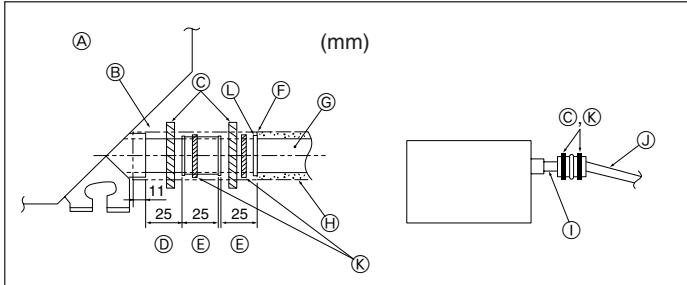

Fig. 6-2
- Sluit de aftapbus (meegeleverd met het apparaat) aan op de afvoeropening. (Fig. 6-2)